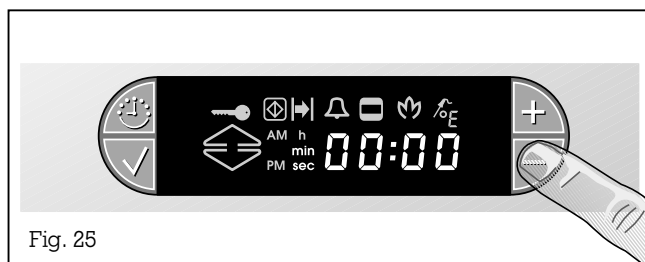

Fig. 25
- Premere il tasto **-** (Fig. 25).